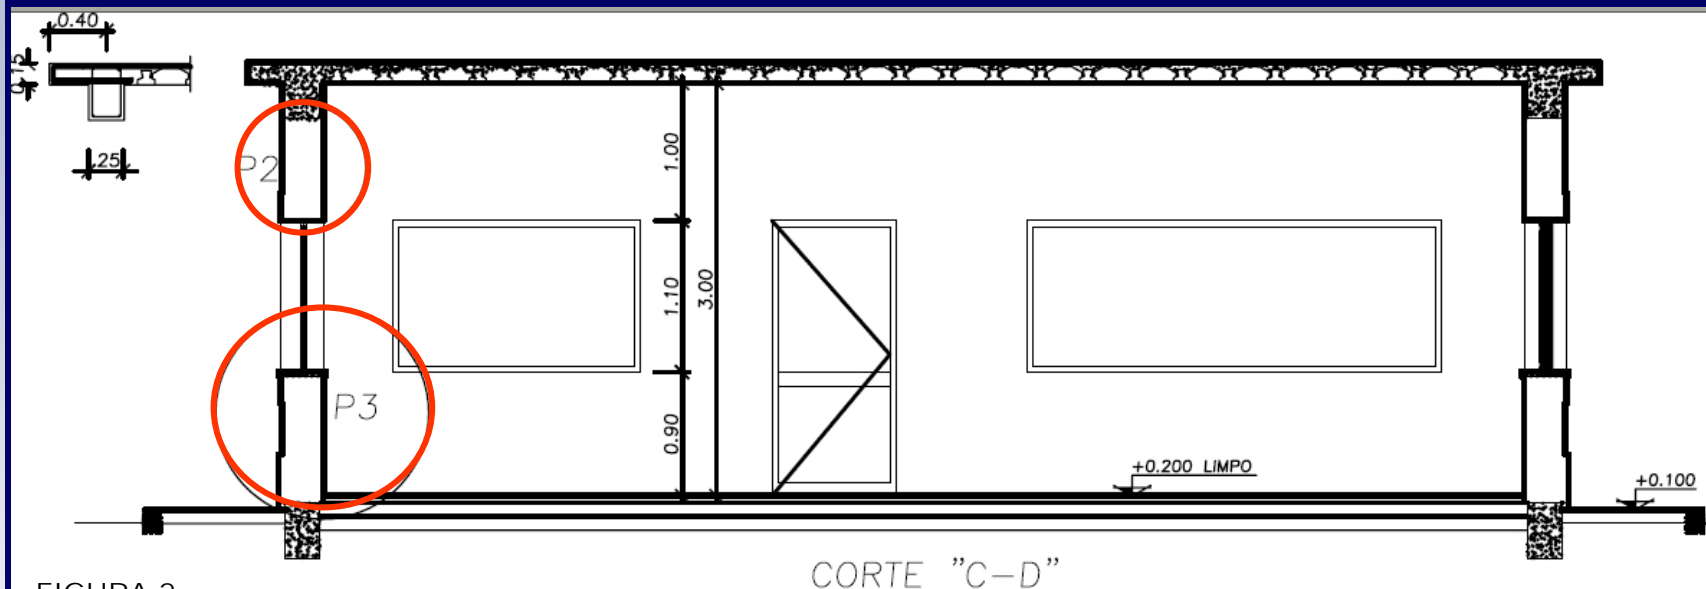

FIGURA 2
b.2) pormenor P2 na Figura 2 (corte da parede desde a zona imediatamente acima do vão até à parte inferior da consola da cobertura);
b.3) pormenor P3 na Figura 2 (corte da parede desde a zona imediatamente abaixo do vão - peitoril - até à base da parede).